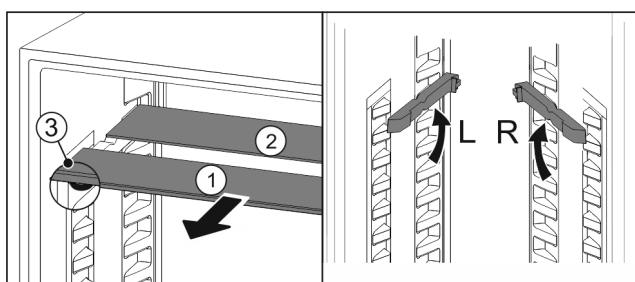

Fig. 87
- estrarre i ripiani di vetro singolarmente tirando in avanti Fig. 87 (1).
- ▷ Il piano in vetro Fig. 87 (1) con il motivo ornamentale è nella parte anteriore.
- ▷ I fermi Fig. 87 (3) sono rivolti verso il basso.